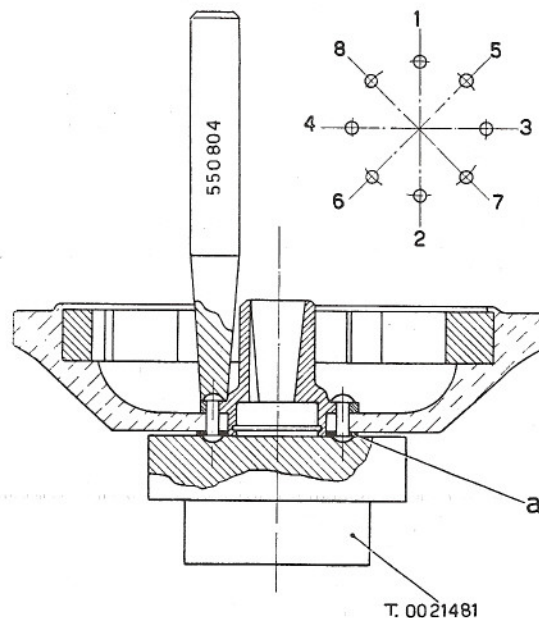

Fig. 5/D - Ribaditura chiodi fissaggio camma
3. - Togliere la rondella, indicata con « a » in fig. 5/D e quindi i ribattini, con il punzone 550805.
5. - Maggiorare a  $\varnothing$  4,5 mm. i fori della rondella (di cui al n. 3) indicata in « a » in fig. 5/D. Montare la rondella sulla faccia esterna del rotore, la camma e i ribattini maggiorati, formandone la testa secondo l'ordine indicato in fig. 5/D con la matrice T. 0021481 ed il punzone 550804.